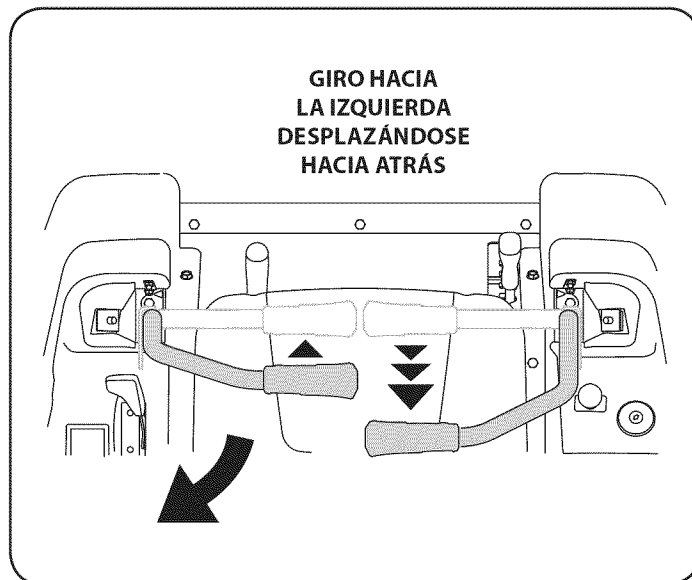

Figura 17
1. Para girar a la izquierda mientras se desplaza marcha atrás, mueva la palanca de control del lado izquierdo hacia adelante respecto de la palanca derecha. Vea la Figura 17.